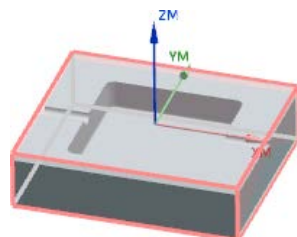

图 10.5 毛坯几何体
Step3. 单击“毛坯几何体”对话框中的按钮，系统返回到“铣削几何体”对话框，完成图 10.5 所示毛坯几何体的创建。